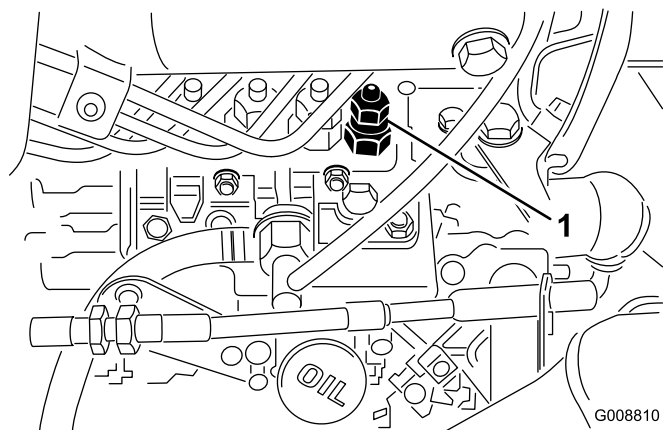

Figure 56
1. Desserrez le raccord entre l'injecteur N° 1 et le porte-injecteurs sur la pompe d'injection (Figure 56).